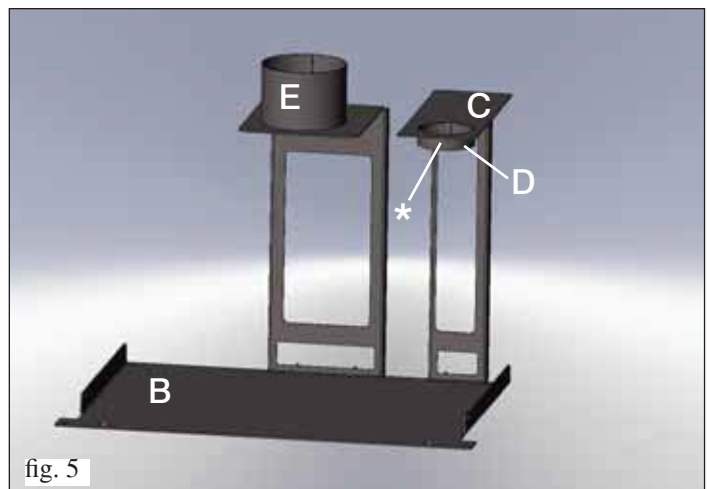

fig. 5
- Den Schlauch auf das erforderliche Maß kürzen, das Endstück des Schlauchs auf die Schelle des Zentrierbügels aufstecken (E Abb. 3 nebenstehend und Abb. 5 auf S. 87) und mit den mitgelieferten Rohrschellen befestigen.
Das Einbauerleichterungs-Kit wie in Abb. 5 gezeigt montieren.
• Das Rauchabzugsrohr auf die Bügelschelle (**C**) aufstecken. Das Rohr zu diesem Zweck auf die entsprechende Schraube setzen (*) (Abb. 5).
• Das Pellet-Befüllungsrohr auf die Bügelschelle (**E** Abb. 5 nebenstehend und Abb. 3 auf S. 85) aufstecken und mit der mitgelieferten Rohrschelle befestigen.